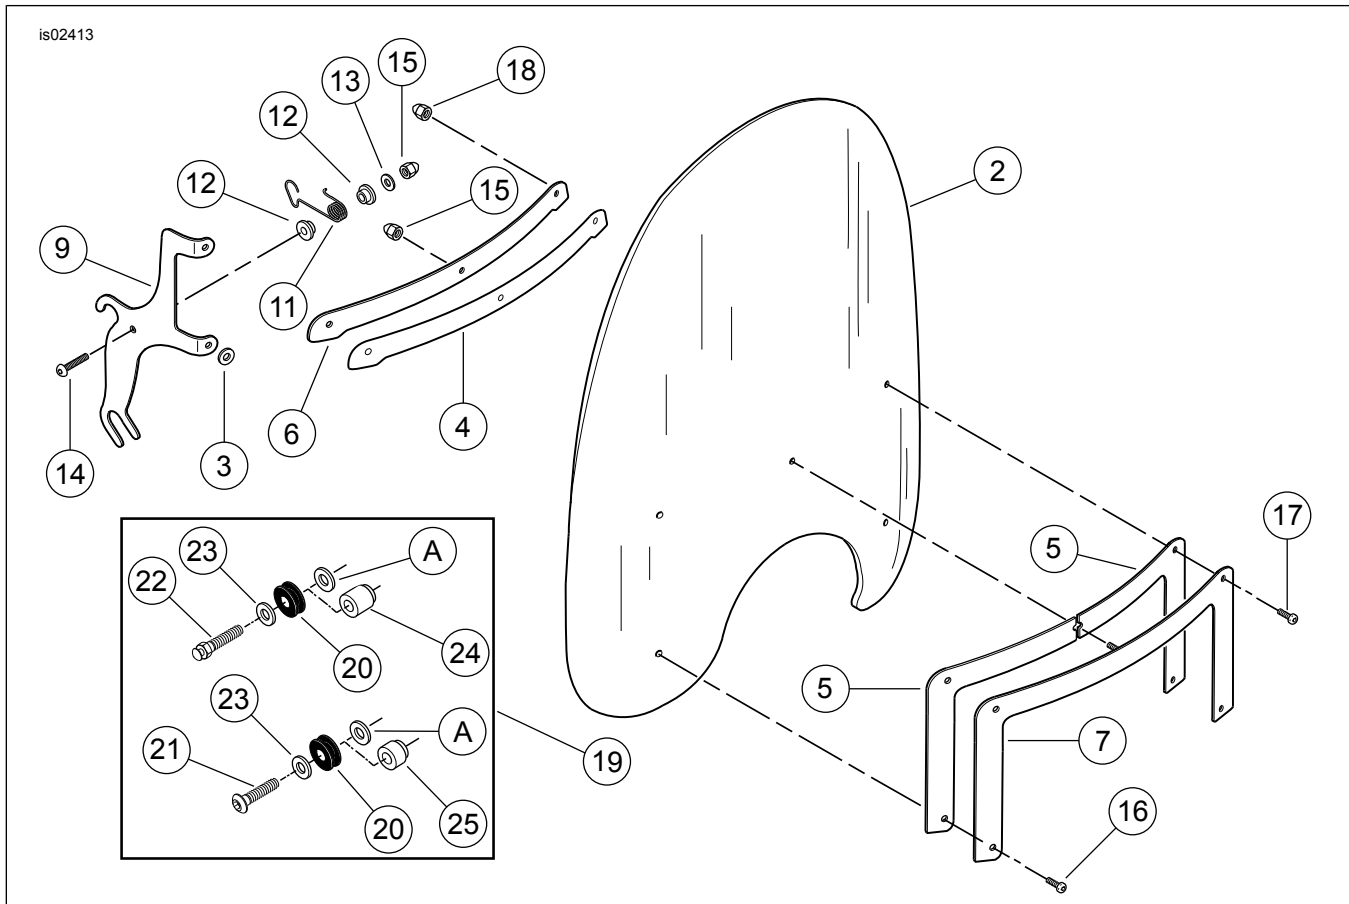

Figura 4. Piezas de servicio: parabrisas desmontable
Vea Figura 4 y Tabla 2.
2. Vea la Figura 4. Seleccione un tornillo cromado con cabeza tipo hongo (22) del kit. Coloque una arandela plana (23) sobre las roscas de los tornillos, seguida por un buje (20) y la arandela plana (A) que se guardó en el Paso 1.
4. Extraiga el tornillo y la arandela inferiores. El tornillo puede desecharse, pero conserve la arandela. Seleccione un tornillo cromado con cabeza de botón (21) del kit. Coloque una arandela plana (23) sobre las roscas de los tornillos, seguida por un buje (20) y la arandela plana (A) que se guardó.